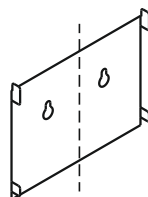

рис. 5
6.2 Установите на кухонную вытяжку комплект из двух телескопических фальштруб. Верхнюю фальштрубу предварительно навесьте на кронштейн (рис. 5) и выдвиньте на нужную высоту.